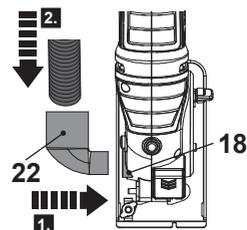

Fig. 6
1. Fixar o adaptador de pó (22) ao porto de extracção de pó (18) (Fig.6, passo 1).
2. Fixe um dispositivo adequado de extracção de poeira, por exemplo, um aspirador adequado, ao adaptador de pó (22) (Fig. 6, passo 2).